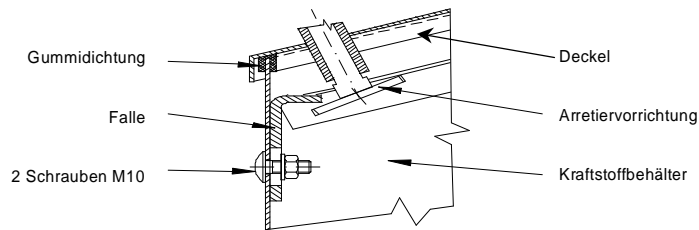

Abb. Nr. 8. Deckel-Schließmechanismus eines Kraftstoffbehälters.
7.) Weil im Brennraum beim Betrieb des Ventilators ein Überdruck entsteht, ist auf die Dichtheit des Kessels besonders zu achten (die Tür zum Brennraum, Tür zum Aschenkasten, Reinigungsöffnung des Mischers, der Deckel des Kraftstoffbehälters, etc.). Die Dichtheit des Kraftstoffbehälters besteht vor allem dank dichtem Deckelverschluss mit einer Arretiervorrichtung und einer unbeschädigter Gummidichtung. Würden evtl. die Undichtheiten festgestellt, lösen Sie 2 Schrauben M10, senken Sie die Falle und ziehen Sie die Schrauben wieder ein – siehe Abb. Nr. 8. Eine Dichtheitsprüfung durchführen.